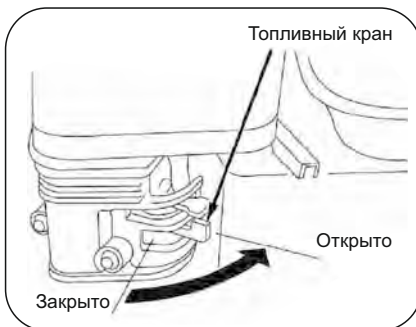

Рис. 10
- Проверьте уровень топлива. При необходимости долейте чистое, свежее топливо согласно рекомендациям, приведенным в пункте 8.3 «Заполнение топливного бака» настоящего Руководства. Откройте топливный кран (рис.10).